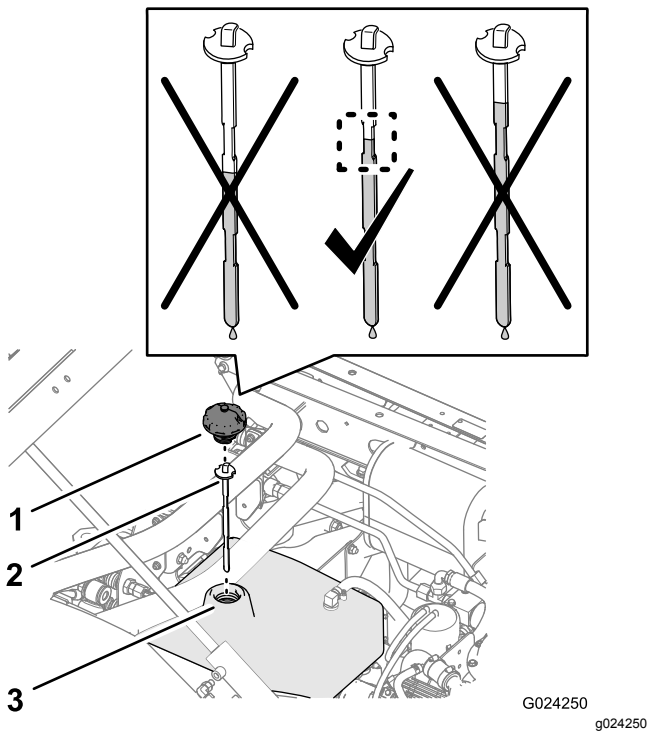

図 80
4. 油圧オイルタンクの注油口周辺とキャップをきれいに拭きく 図 79 と 図 80。
5. 補給管からキャップとディップスティックを外し、ディップスティックをウェスできれいに拭く 図 79 と 図 80。
6. もう一度首に差し込んで引き抜き、オイルの量を点検する 図 79 と 図 80。
7. オイルレベルが規定よりも低い場合には、所定のオイルを補給する。ディップスティックに示されている規定範囲の中間部分までオイルを入れるようにする 図 79 と 図 80。
8. タンクの補給口にディップスティックとキャップを取り付ける 図 79 と 図 80。